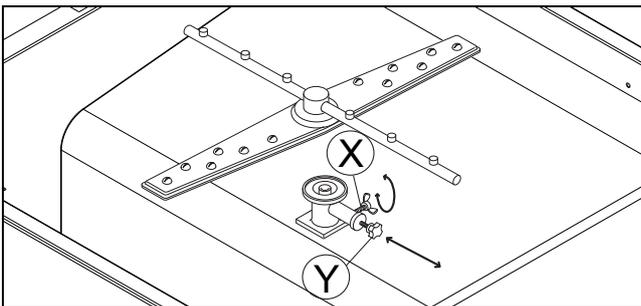

Abbildung 20 Einstellung des Waschwasserdrucks
- Die Flügelmutter "X" (Abbildung 20) lösen
- Das Druckbegrenzungsventil "Y" (Abbildung 20) nach innen drücken, um den Wasserdruck des unteren Wascharms zu verringern und somit den Wasserdruck im oberen Wascharmarm zu erhöhen, so dass das Spülgut in seiner Position bleibt.
- Die Flügelmutter "X" (Abbildung 20) wieder anschrauben.
- Das Druckbegrenzungsventil "Y" (Abbildung 20) herausziehen;